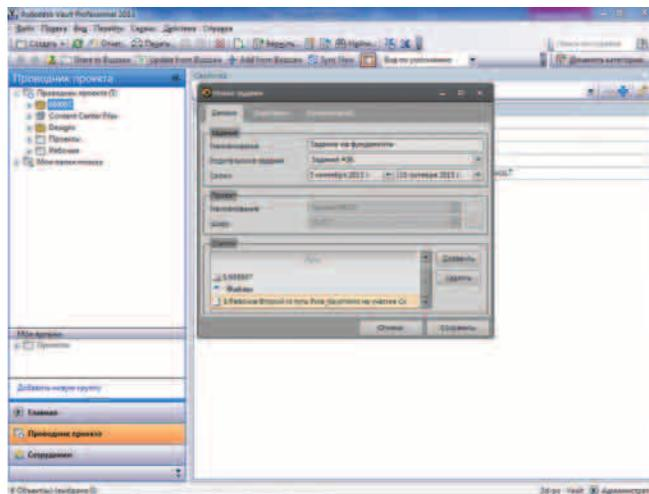

Рис. 4 Создание нового задания
- создание заданий на основе предусмотренной и настроенной карточки (Рис. 4);